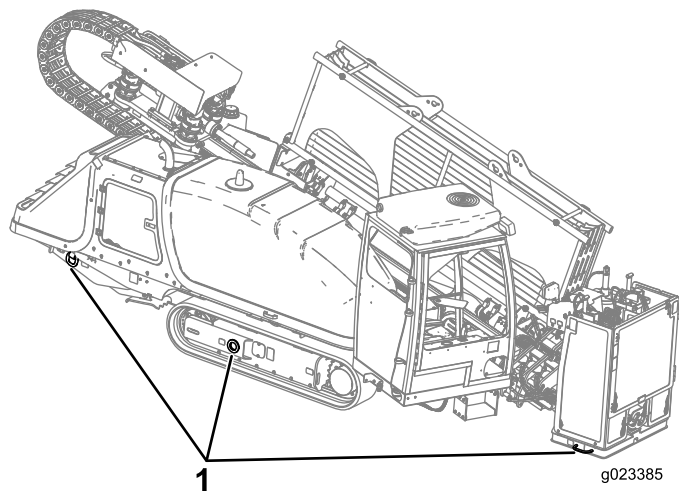

Рисунок 36
9. Используйте цепи и крепежные детали соответствующего класса для крепления за кольца на рамах левой и правой гусениц и плиты опускаемой стойки к трейлеру (Рисунок 36).